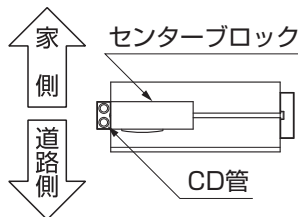

図2-2 センターブロック左側 (逆勝手)
- 支柱には前後があります。支柱の位置を確認し(図2-1・図2-2を参照)、正しい向きに設置してください。